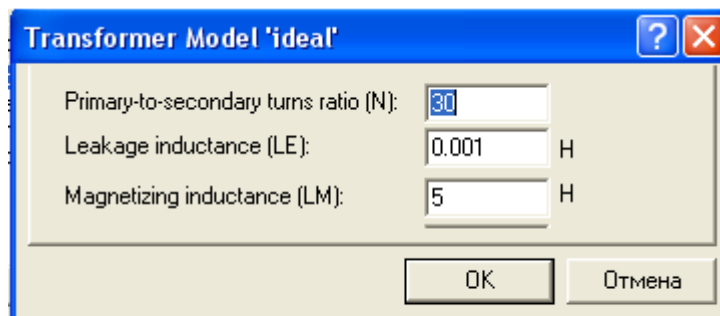

Рис. 5
Відкриється панель (рис. 5), у віконці Primary-to-secondary turns ratio (N): , якої слід встановити величину, обернену коефіцієнту трансформації ($1/N$), тобто 30 та підтвердити це кнопкою ОК.